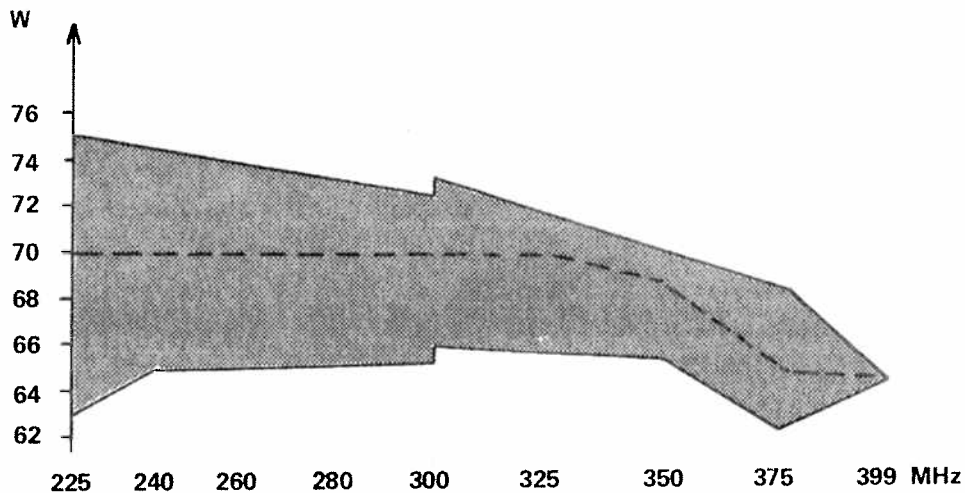

Bild 3
- 3.2.4.3 Kontrollera uteffekten vid samtliga provfrekvenser. Uteffekten skall ligga inom de gränser som är angivna på bild 3.
Det skuggade området på bild 3 anger normal spridning av mätvärdena kring den idealiska effektkurvan. I de fall uteffekten ligger utanför de yttre heldragna linjerna, utför felsökning på sändarenheten enligt speciell felsökningsföreskrift, TOMT FMR 18-.